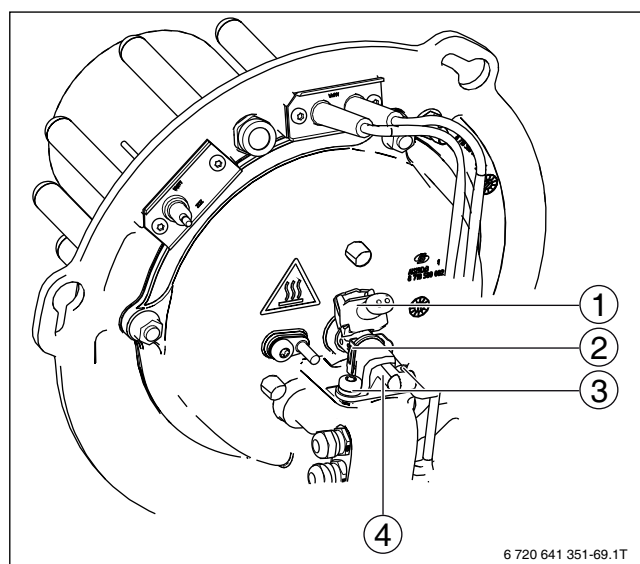

Bild 80 Brennereinspritzventil austauschen
- Klammer Stecker (→ Bild 80, [1]) entriegeln.
- Stecker (→ Bild 80, [1], Seite 46) abziehen.
- Schrauben (→ Bild 80, [3], Seite 46) am Anschlussstück (→ Bild 80, [4], Seite 46) lösen.
- Clip (→ Bild 80, [2], Seite 46) abziehen.